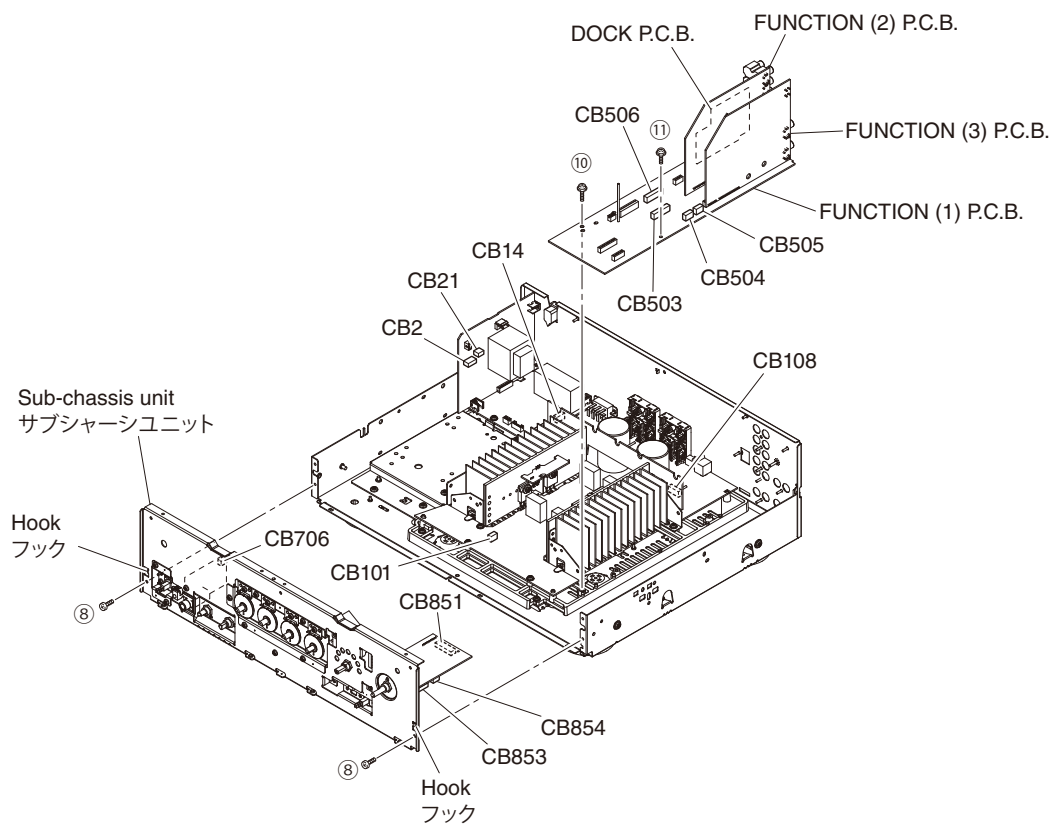
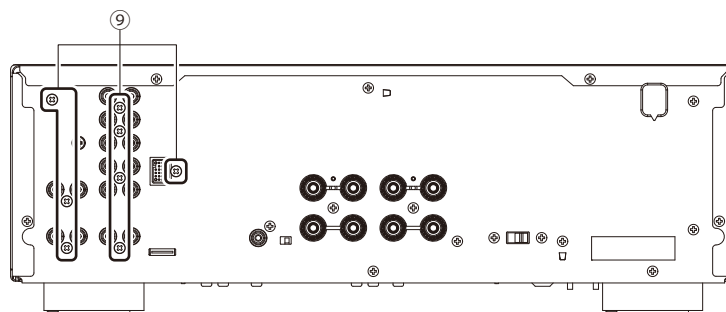

Fig. 2
Fig. 3
- Remove 2 screws (⑧). (Fig. 2)
- Remove CB101, CB108, CB503-505, CB706, CB851 and CB853-854. (Fig. 2)
- Release 2 hooks and then remove the sub-chassis unit. (Fig. 2)
4. Removal of FUNCTION (1)–(3) and DOCK P.C.B.s
- Remove 8 screws (⑨). (Fig. 3)
- Remove screw (⑩) and screw (⑪). (Fig. 2)
- Remove CB2, CB14, CB21 and CB506. (Fig. 2)
- Remove the FUNCTION (1)–(3) P.C.B.s and DOCK P.C.B. together. (Fig. 2)
- ⑧のネジ2本を外します。(Fig. 2)
- CB101、CB108、CB503～505、CB706、CB851、CB853～854を外します。(Fig. 2)
- フック2箇所を外し、サブシャーシユニットを取り外します。(Fig. 2)
4. FUNCTION (1)～(3)、DOCK P.C.B.の外し方
- ⑨のネジ8本を外します。(Fig. 3)
- ⑩のネジ1本、⑪のネジ1本を外します。(Fig. 2)
- CB2、CB14、CB21、CB506を外します。(Fig. 2)
- FUNCTION (1)～(3) P.C.B.とDOCK P.C.B.を一緒に取り外します。(Fig. 2)